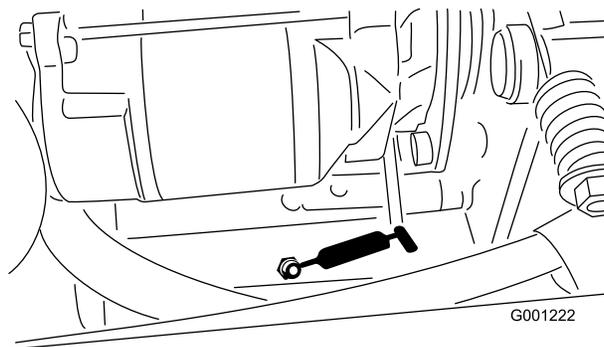

図 42
- PTO のテンションピボット 図 42
- PTO の後ベアリング (図 42)